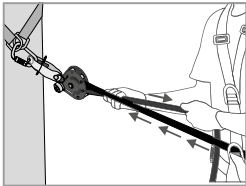
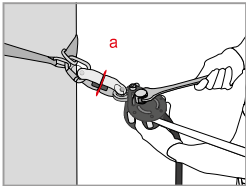

Fig 3
Fig 4
Dopo aver terminato l'installazione della linea di vita, tirare manualmente la corda (dal lato del nodo all'estremità —Fig. 3) in modo da effettuare una prerogolazione della tensione. La camma (8) e la leva della camma (4) entreranno automaticamente in contatto con la corda. Abbassare la leva della camma (4), quindi, servendosi di una chiave adeguata, tendere l'asse di regolazione della tensione (1) fino a quando la rondella indicatore di tensione (a) posta sull'indicatore di tensione (2) non ruoterà liberamente (Fig. 4). Non appena la rondella ruota liberamente, SMETTERE DI SERRARE! La tensione applicata corrisponde a una pretensione della linea di circa 0.5 kN. Durante l'uso controllare periodicamente la tensione (rotazione della rondella indicatore di tensione) e, se necessario, regolarla come indicato sopra.